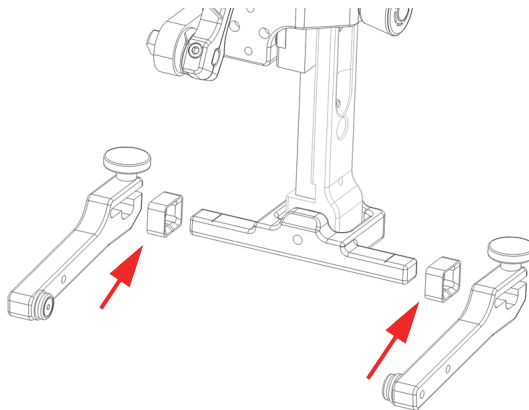

Figura 2-15 Rimozione dei bracci della staffa e inserimento del distanziale
2. Inserire un distanziale su ogni lato della traversa rotante della staffa (Figura 2-15 a pagina 52).